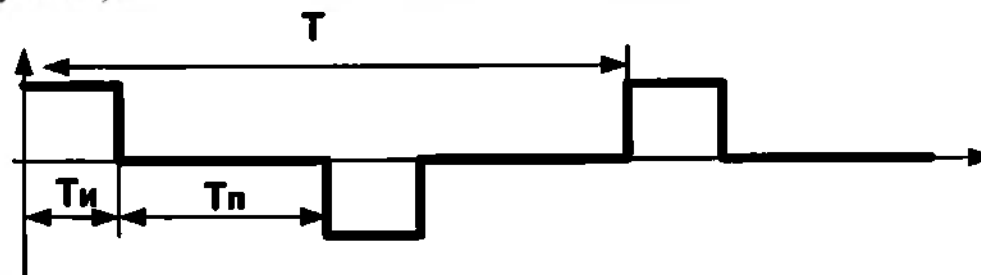

Рисунок 4 – Осциллограмма выходного сигнала аппаратов в режиме 2
2.3.4.2 **Режим 2:** вибрация более интенсивного легкого воздействия (см. рисунок 4).